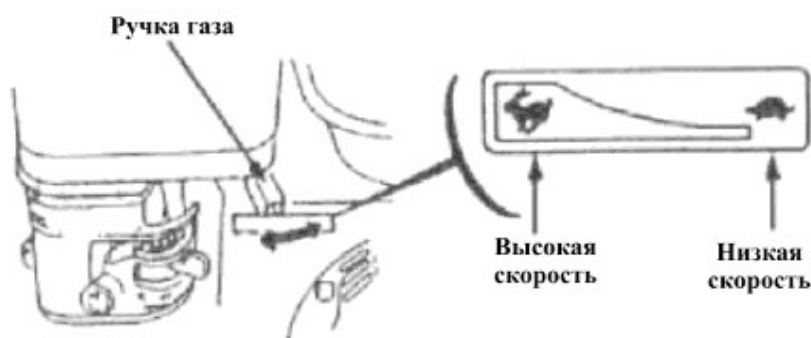

Рис.18
2. Передвиньте ручку газа на нужную скорость (Рис. 18).